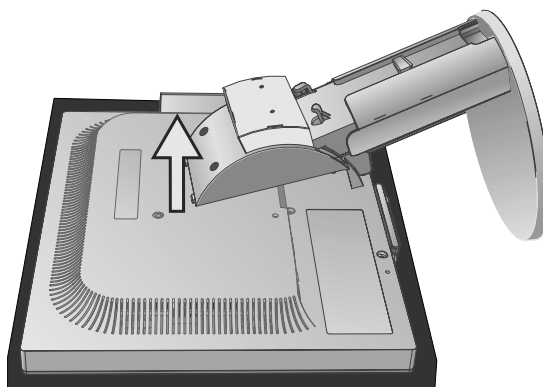

Figura S.3
5. Rimuovere il supporto (**figura S.3**).